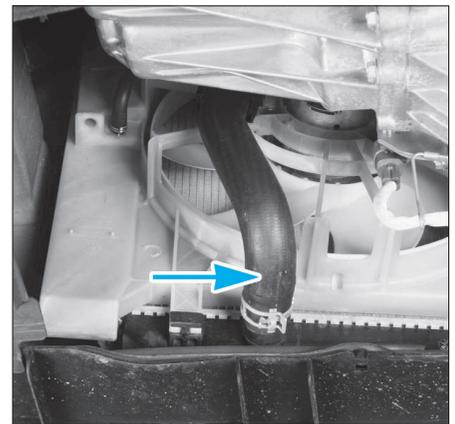

FIG. 52
• Déposer la durite inférieure (Fig.52).